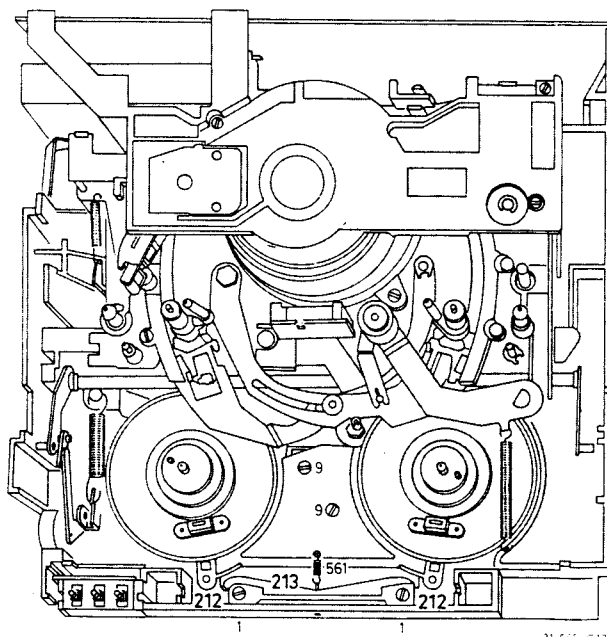

Fig. 2-12
- Feder Pos. 561 aushängen. (Abb. 2-12).
- Feder Pos. 561 einhängen. (Abb. 2-12).